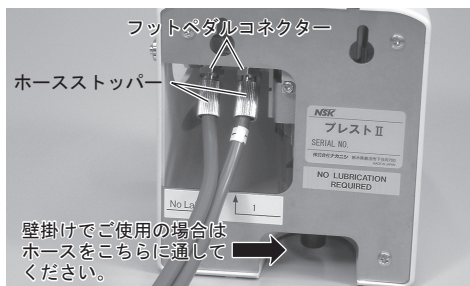

図2
- ・配管ホース⑧を配管コネクター⑬に押し込むときは、しっかりと止まるところまで押し込んでください。エア漏れの恐れがあります。
- ・配管コネクター⑬から配管ホース⑧を取り外すときは、白リングを押しながらホースを引き抜いてください。
(3) フットペダルの取り付け
ユニット背面のフットペダルコネクター⑪に付いてるホースストッパー⑫(2個)を緩めて外し、フットペダル⑦のホースに差し込みます。このときホースストッパー⑫は外側(ユニット側)がねじになるように差し込んでください(図2)。
壁掛けでご使用の場合はホースは図2の穴に通してください。